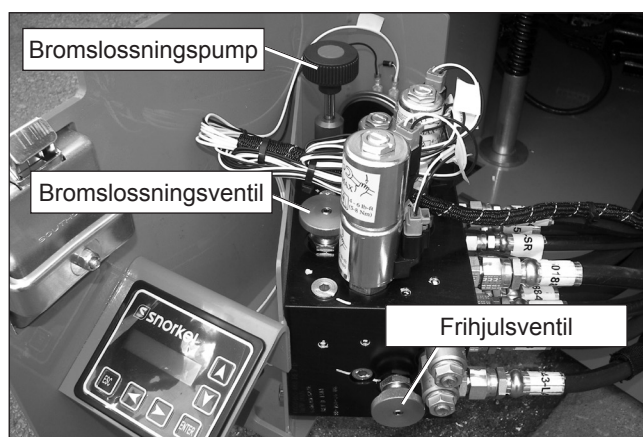

Bild 6 – Fack för hydraulsystem
1. Lås upp och fäll ut styrventilsfacket på maskinens högersida. Bromslossningsventilen och bromslossningspumpen sitter upptill på det hydrauliska ventilblocket. Frihjulsventilen sitter på sidan av ventilen (se bild 6).